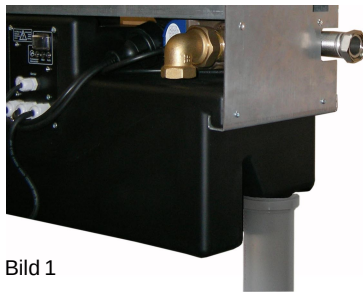

Bild 1
- Achten Sie darauf dass das DN 70 Rohr eine senkrechte Fallstrecke von mindestens 50 cm einhält, bevor ein Bogen gesetzt wird, siehe Bild 1.